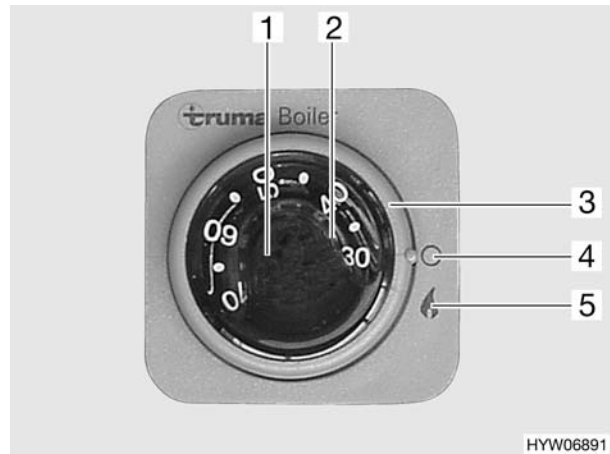

Fig. 67 Interruttori di comando per boiler Truma
- Accendere il boiler agendo sull'interruttore girevole (Fig. 67,3) posizionandolo su "🔥" (Fig. 67,5). La luce spia verde "Funzionamento" illumina la manopola (Fig. 67,1). In caso di guasto si accende la luce spia rossa (Fig. 67,2) (vedi capitolo 14).
- Impostare con la manopola (Fig. 67,1) la temperatura desiderata dell'acqua.
- Ruotare l'interruttore girevole (Fig. 67,3) su "O" (Fig. 67,4).
In caso di guasto si accende la luce spia rossa (Fig. 67,2) (vedi capitolo 14).
- Spegner il boiler. Ruotare del tutto a sinistra la manopola (Fig. 67,1).